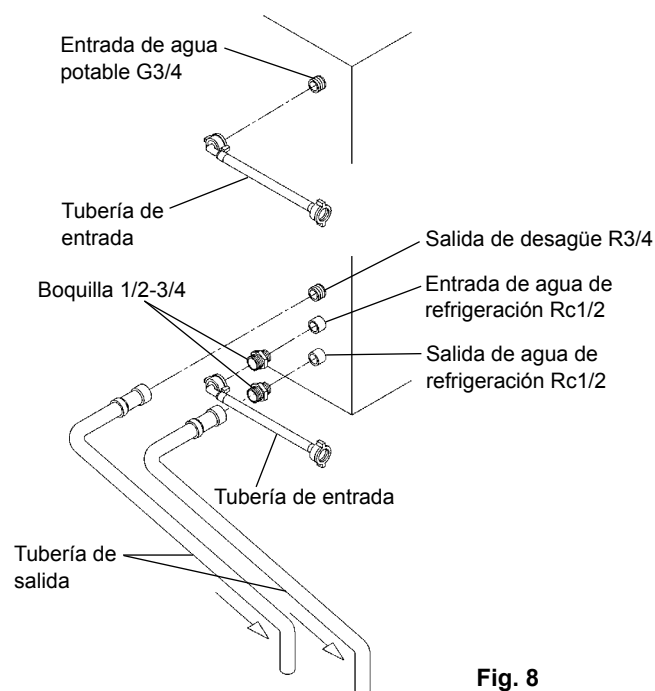

Fig. 8
[b] Conexiones con tuberías accesorias, según normativas distintas a la WRC (fig. 8)
2) Para las conexiones del condensador deben utilizarse las tuberías accesorias suministradas y realizarse las conexiones indicadas en los apartados 1) a 3) de la sección [a] anterior a los extremos libres de las boquillas 1/2-3/4 (fig. 8).